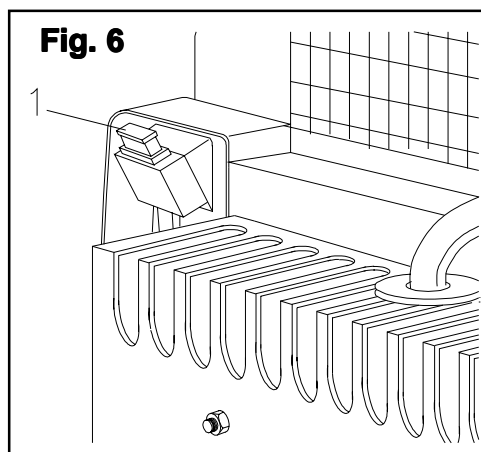

Fig. 6
-Verificare la continuità alle estremità del fusibile (Fig. 6 Rif.1).
-Verify the continuity at its terminals (Fig. 6 Ref.1).